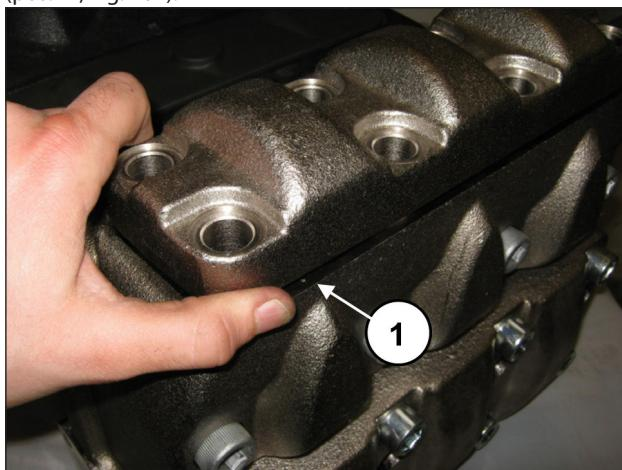
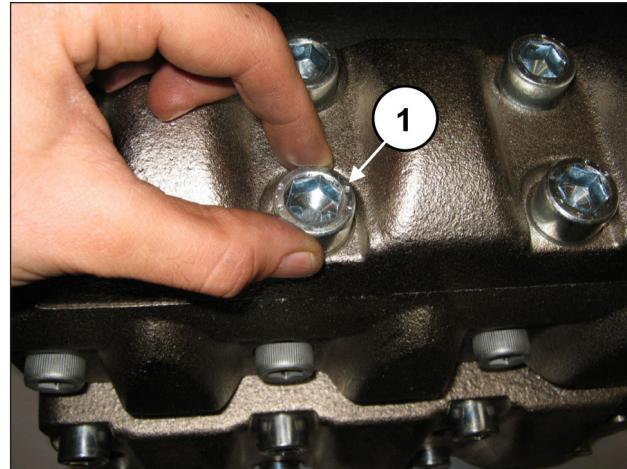

Fig. 161
Fig. 162
Depois de ter terminado com a montagem dos grupos da válvula de descarga, aplique a cobertura das válvulas de descarga (pos. ①, Fig. 161) e aperte os 8 parafusos M16x45 (pos. ①, Fig. 162).